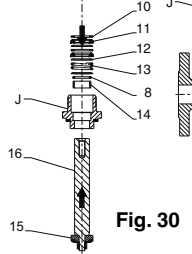

Fig. 30
Version NO (Fig. 30): Re-dubunt the new parts in the stuffing box body: lower bearing (14), O-ring (8), 1 chevron support (12), spring (13), 1 chevron support (12), 1 chevron (11), 1 stuffing box gland (10), 1 chevron support (12), 1 chevron (11) and 1 stuffing box gland (10). Fit the unit thus formed on the stem/disc (15-16).
Versions NO (Fig. 30) : Remonter dans le corps du presse étoupe les nouvelles pièces : le palier bas (14), le joint torique (8), 1 support de chevron (12), le ressort (13), 1 support de chevron (12), 1 chevron (11), 1 fouloir (10), 1 support de chevron (12), 1 chevron (11) et 1 fouloir (10).
- NC- und U-Version (Abb. 31):** Montieren Sie den neuen O-Ring (9) und befestigen Sie das Gehäuse der Stopfbuchse (J) mit den Schrauben (B) mit dem Anziehmoment \square . Montieren Sie die neuen Teile in der Stopfbuchsen- und entfernen Sie: unteres Lager (14), O-Ring (8), 1 Dachmanschetten-Unterstützung (12), Feder (13), 1 Dachmanschette (12), 1 Dachmanschette (11), 1 Stopfbuchsenoberteil (10), 1 Dachmanschetten-Unterstützung (12), 1 Dachmanschette (11) und 1 Stopfbuchsenoberteil (10). Schrauben Sie die Bedienergehäuseeinheit (L)/Ventil (E) von Hand fest. Bringen Sie die neue Einheit aus Spindel/Ventilteller (15-16) wieder an. Beenden Sie das Schrauben mit Drehmoment \square . **Version NO (Abb. 30):** Montieren Sie die neuen Teile in der Stopfbuchsen- und entfernen Sie: unteres Lager (14), O-Ring (8), 1 Dachmanschetten-Unterstützung (12), Feder (13), 1 Dachmanschetten-Unterstützung (12), 1 Dachmanschette (11), 1 Stopfbuchsenoberteil (10), 1 Dachmanschetten-Unterstützung (12), 1 Dachmanschette (11) und 1 Stopfbuchsenoberteil (10). Setzen Sie diese Einheit auf die Spindel/Ventilteller (15-16). Montieren Sie den neuen Siegel (9) und befestigen Sie das Gehäuse der Stopfbuchse (J) mit den Schrauben (B) mit dem Anziehmoment \square . Ziehen Sie die Einheit aus Antriebsgehäuse (L) und Ventil (E) mit dem Anziehmoment \square fest. Montieren Sie die Anzeihe (H) mit der dazugehörigen Feder (I) und die Antriebsfeder (5) (Abb. 32-33).
- Versión NC y U (Fig. 31):** Volver a montar la nueva junta tórica (9), y fijar el cuerpo del prensaestopas (J) con la ayuda de los tornillos (B) al par \square . Volver a montar las piezas nuevas en el conjunto prensaestopas: casquillo bajo (14), junta tórica (8), 1 soporte de chevron (12), resorte (13), 1 soporte de chevron (12), 1 chevron (11), 1 pistón (10), 1 soporte de chevron (12), 1 chevron (11) y 1 pistón (10). Atornillar firmemente la unidad del cuerpo de operador (L)/Válvula (E) a mano. Sustituir el nuevo conjunto vástago/clapet (15-16). Finalizar el atornillado hasta el par de apriete \square . **Versión NO (Fig. 30):** Volver a montar las piezas nuevas en el cuerpo del conjunto prensaestopas: casquillo bajo (14), junta tórica (8), 1 soporte de chevron (12), resorte (13), 1 soporte de chevron (12), 1 chevron (11), 1 pistón (10), 1 soporte de chevron (12), 1 chevron (11) y 1 pistón (10). Acoplar el conjunto formado en el vástago/clapet (15-16). Volver a montar la nueva junta (9) y fijar el prensaestopas (J) con la ayuda de los tornillos (B) al par \square . Atornillar el conjunto cuerpo de actuador (L) / Válvula (E) al par \square .